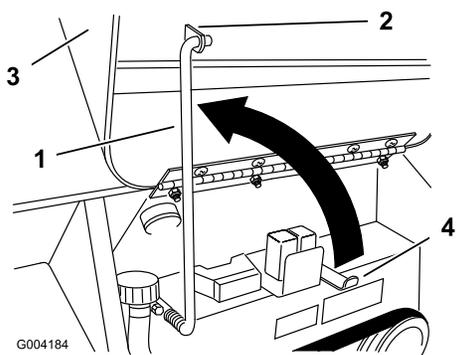

Рисунок 26
4. Отведите опорную штангу кверху и закрепите его в кронштейне на капоте (Рисунок 26).